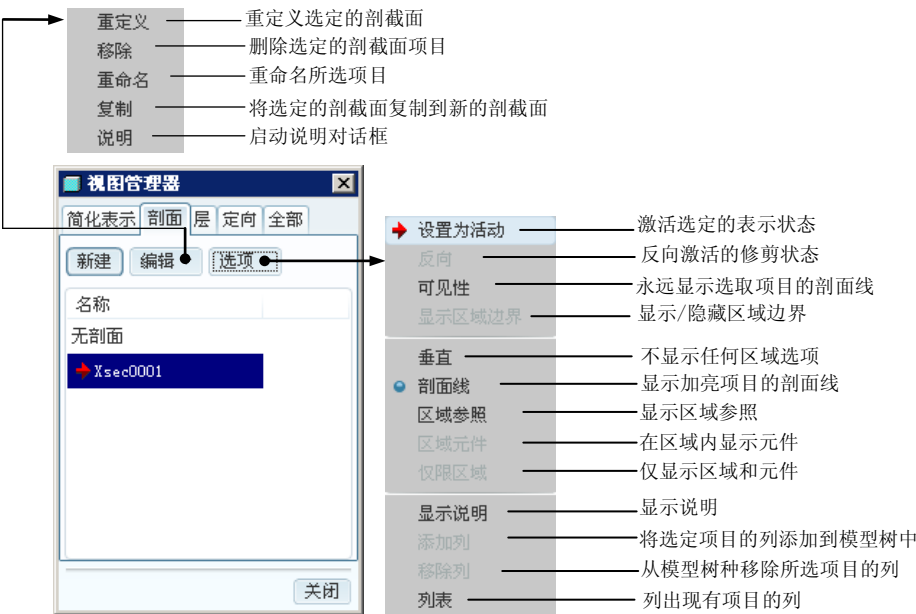
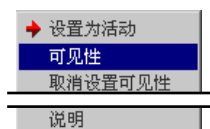
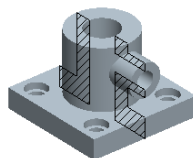

图 3.2.9 设置剖截面
图 3.2.13 选择“可见性”
图 3.2.14 新建剖截面
在 Pro/ENGINEER 零件或装配模块环境中,选择下拉菜单 **视图(V) → 视图管理器(W)** 命令，在弹出的“视图管理器”对话框中单击 **剖面** 选项卡，即可进入剖截面操作界面，操作界面中各命令的说明如图 3.2.9 所示。
Step3. 单击 **剖面** 选项卡, 在弹出的图 3.2.9 所示的剖截面操作界面中, 单击 **新建** 按钮, 输入名称 A, 并按 Enter 键。
(3) 此时系统返回到图 3.2.9 所示的剖截面操作界面, 右击剖截面名称 **A**, 在弹出的图 3.2.13 所示的快捷菜单中选取 **可见性** 命令; 此时模型上显示图 3.2.14 所示的新建剖截面。
Step7. 此时系统返回到图 3.2.9 所示的剖截面操作界面, 单击 **关闭** 按钮, 完成“平面”剖截面的创建。